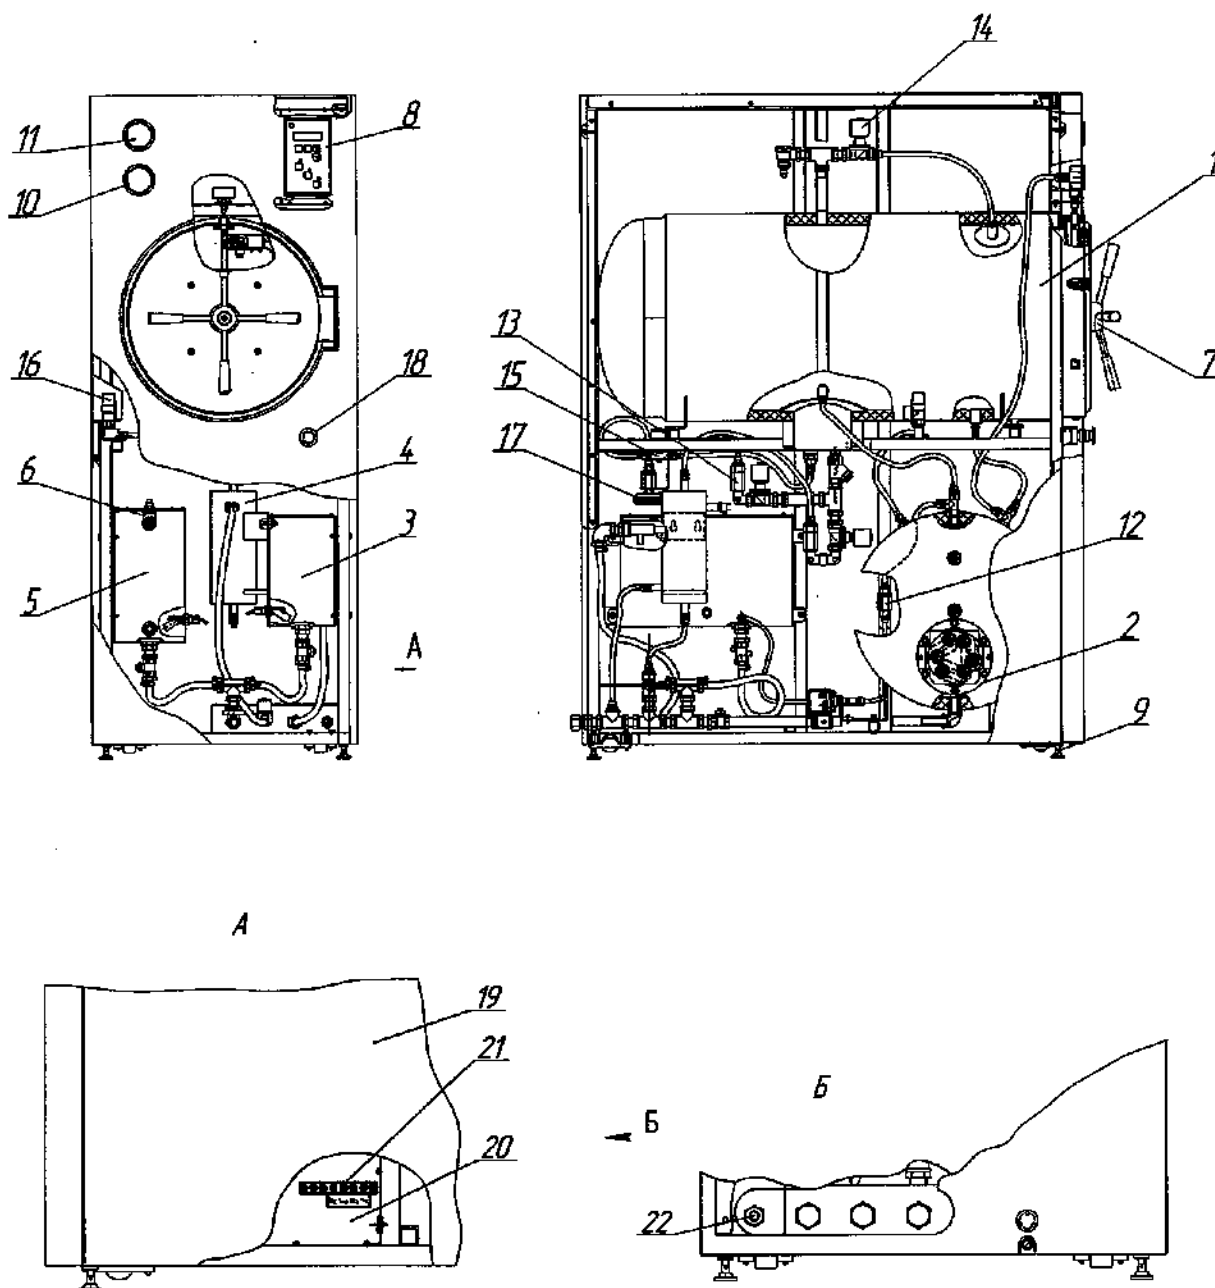

Рисунок 1 – Стерилизатор паровой ГКа-120-ПЗ
1.4.2 Основными сборочными единицами стерилизатора являются (см.рис.1): стерилизационная камера (поз.1), парогенератор (поз.2), бак для очищенной воды (поз.3), бак эжектора(поз.), эжектор(поз.6), крышка камеры (поз.7), блок управления (поз.8), предохранительный клапан (поз.16), фильтр бактериальной очистки воздуха (поз.17), электромагнитные клапаны (14,15), мановакуумметр (поз.11), манометр (поз.10), обратные клапаны(12,13), вентили.
2.2.9 Снять боковую стенку стерилизатора 19 (см. рисунок 1) и пропустив соединительный кабель через кабельный ввод 22 и резиновую втулку силового блока, подключить его к клеммной колодке 21 в соответствии с маркировкой фазных клемм. Установить стенку на место.